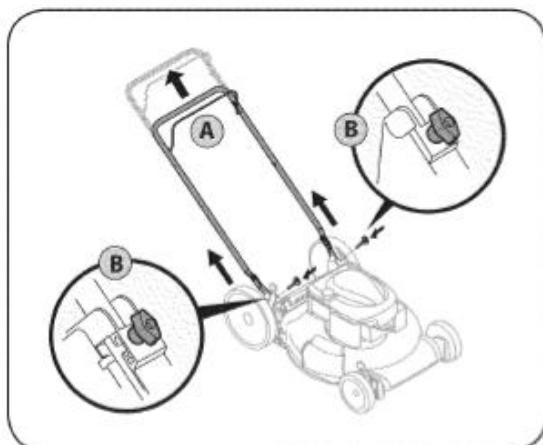

РИС. 1
A. Потяните назад верхнюю ручку, как показано на Рис. 1.